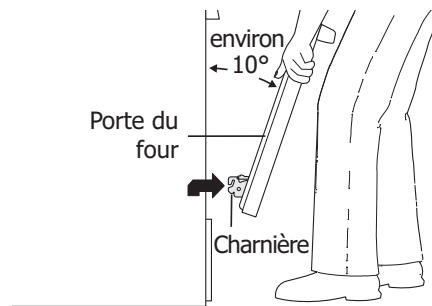
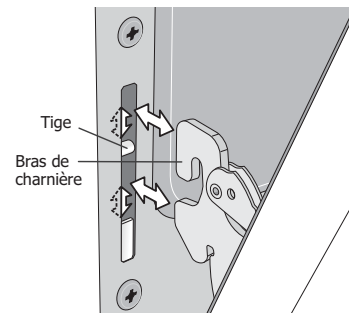

Figure 49 : Tenir fermement la porte lors de son retrait
Figure 50 : Remise en place et emplacement des bras de charnière et des tiges
3. Tenez fermement les deux côtés de la porte. N'utilisez pas la poignée de la porte (voir Figure 49).
5. Soulevez les bras des charnières de la porte au-dessus des tiges situées de chaque côté du cadre du four (voir Figure 49).
1. Tenez fermement les deux côtés de la porte. N'utilisez pas la poignée de la porte (voir Figure 49).
2. En tenant la porte dans le même angle que pour la retirer, posez les crochets des bras des charnières sur les tiges situées de chaque côté du cadre de la porte (voir Figure 49 et Figure 50). Le crochet des bras de charnière doit être bien assis sur les tiges.